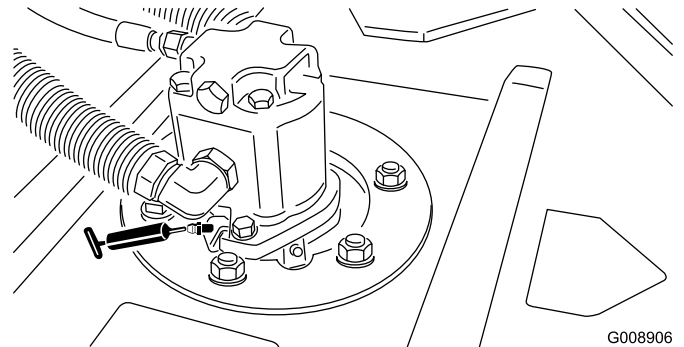

Bild 48
- Spindelwellenlager des Mähwerks (2 pro Mähwerk) (Bild 48)